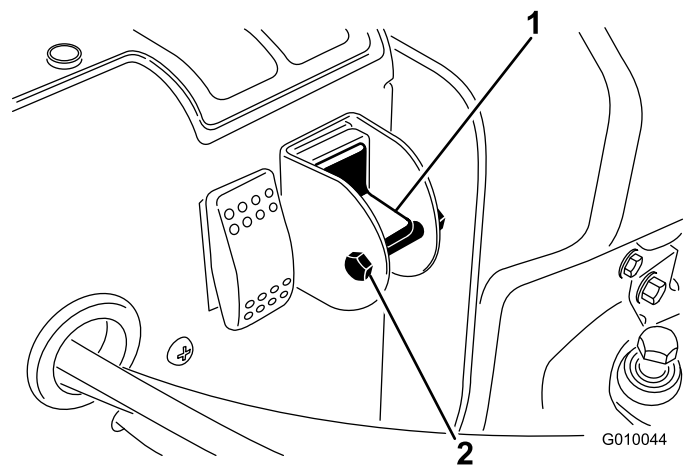

Bild 23
4. Entfernen Sie die Arretierschraube und die Mutter vom Auswahlwechsler (Bild 23).